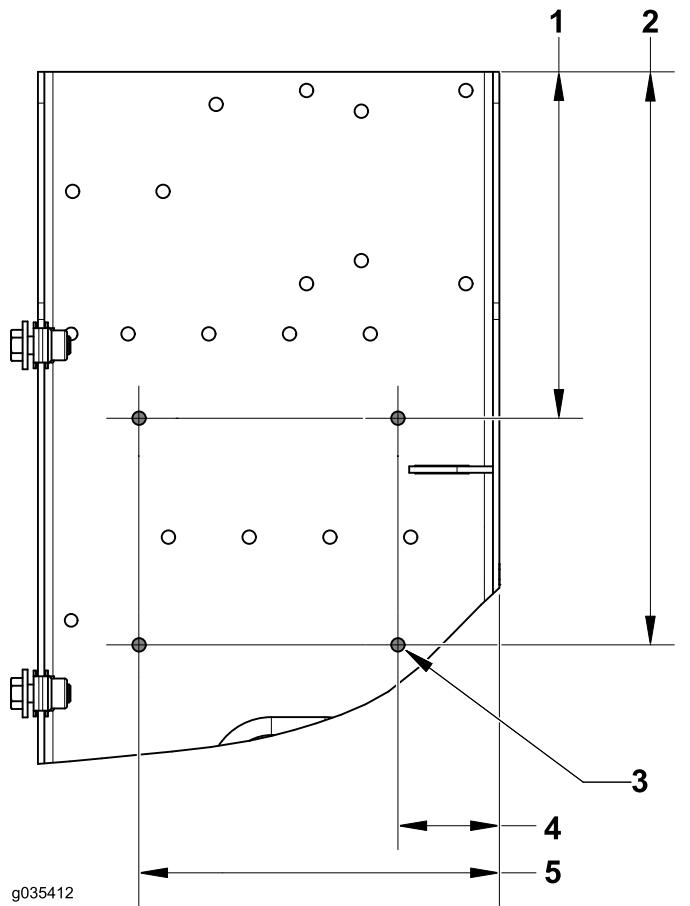

Figura 8
4. Localize e faça os furos seguintes para o controlador (Figura 8).